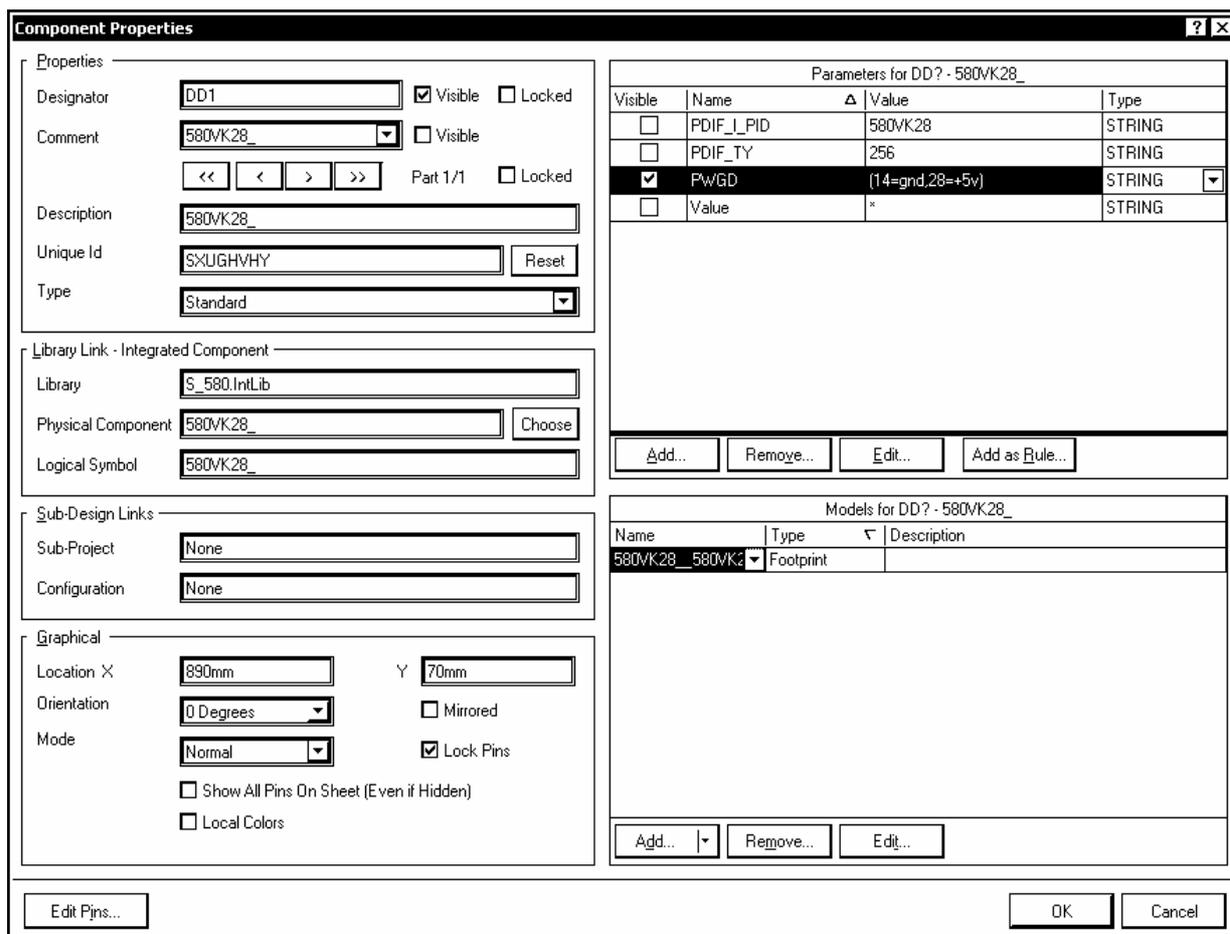

Рис. 5.4
7. Перед установкой выбранного компонента необходимо отредактировать его позиционное обозначение и указать номер или другое обозначение секции (в случае многосекционного компонента). Для этой цели служит процедура “горячего” редактирования (Re-entrant Editing), активизируемая клавишей Tab, открывающей диалоговое окно свойств компонента Component Properties (рис. 5.4).